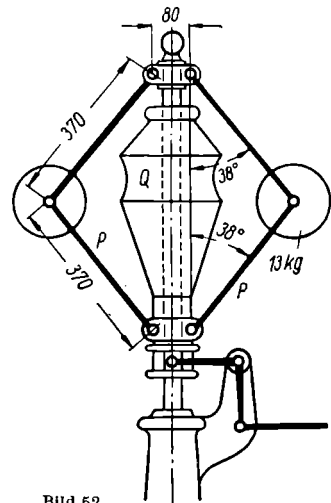

Bild 52
73. Bei einem Porterschen Fliehkraftregler sind die beiden je 13 kp schweren Schwingkugeln an Pendelstangen von 370 mm Länge nach Bild 52 befestigt. Bei 112 U/min schlagen die Pendelstangen um einen Winkel 38° gegen die Senkrechte aus. Gesucht wird a) die Fliehkraft einer Kugel; b) die durch die Kugeln in den Stangen P erzeugten Zugkräfte; c) das erforderliche Gewicht der an der senkrechten Drehachse gleitend geführten Belastungsmuffe Q unter Vernachlässigung der Stangengewichte.